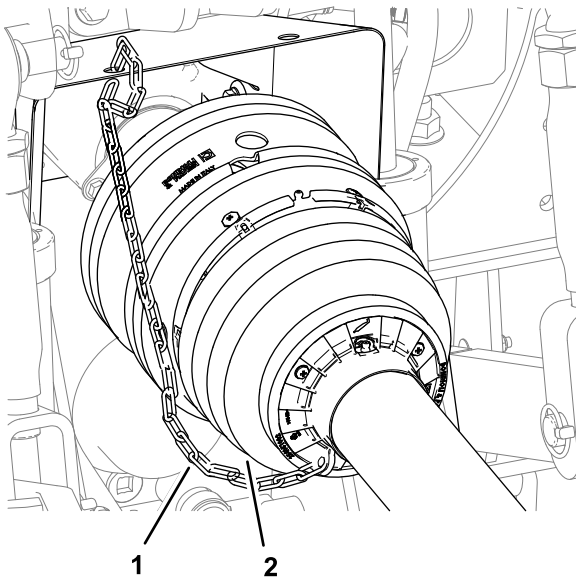

Bild 13
5. Prüfen, ob die Rückhalteketten zwischen der vorderen Schutzabdeckung der Zapfwelle und einem feststehenden Teil am Zugfahrzeug montiert ist (Bild 13).